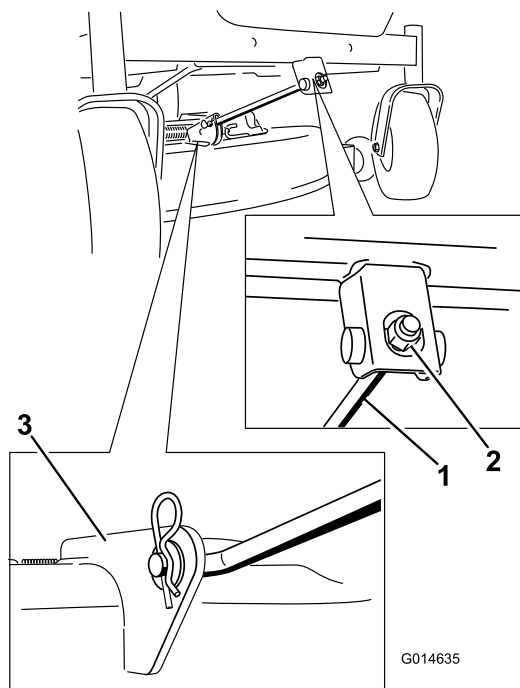

Figura 69
5. Retire la chaveta de la varilla de soporte delantera y retire la varilla del soporte de la carcasa (Figura 69).
8. Conecte la varilla de soporte delantera a la carcasa de corte con el pasador y la chaveta (Figura 69).